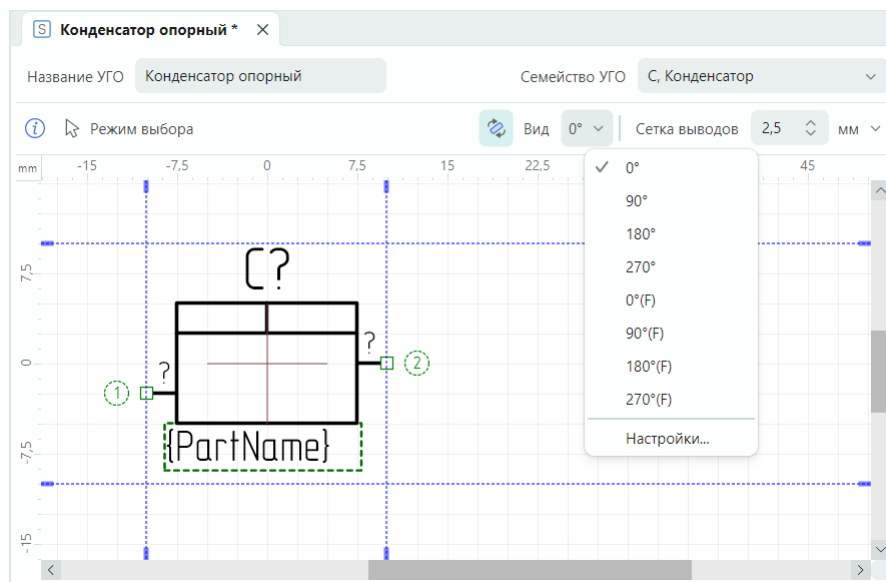

Рис. 52 Настройка отображения графики УГО и атрибутов при его повороте
7. Настройте отображение графики при повороте УГО, см. Рис. 52.